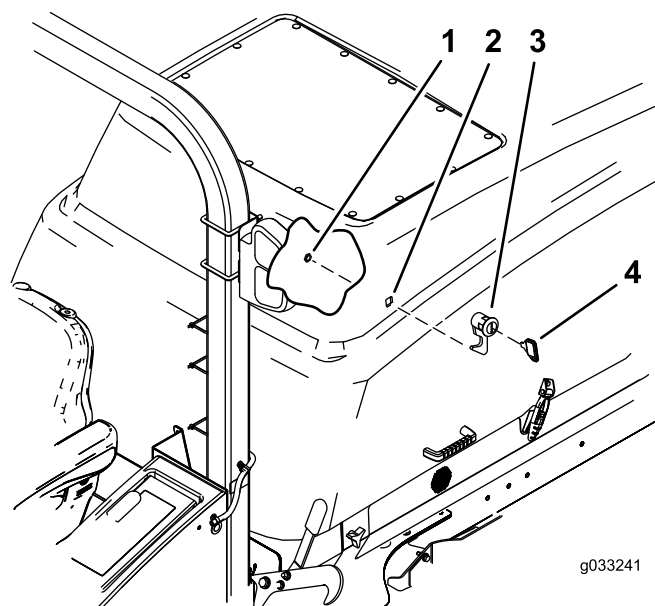

Figura 1
3. Togliete il dado di bloccaggio dal gruppo fermo (Figura 1).
4. Montate il fermo di chiusura facendolo passare attraverso il foro sul lato sinistro del cofano (Figura 1).